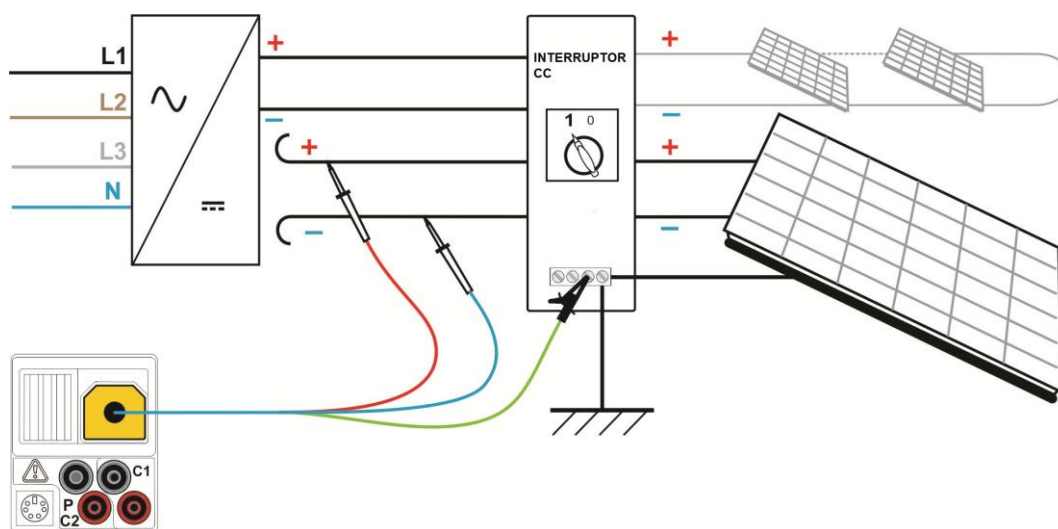
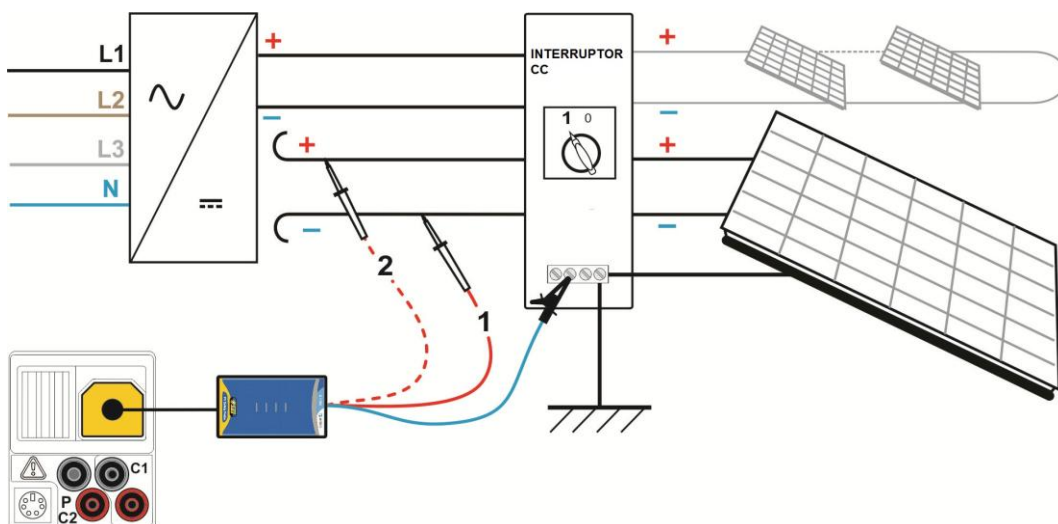

Figura 5.2: Conexión para la medición de la resistencia de aislamiento con el cable de prueba fotovoltaico universal
Figura 5.3: Conexión para la medición del aislamiento con la pica de seguridad fotovoltaica
- ❑ **Conecte** el cable de prueba fotovoltaico universal o la pica de seguridad fotovoltaica (A 1384) al instrumento (vea la Figura 5.2 y la Figura 5.3)
- ❑ **Conecte** el cable de prueba fotovoltaico universal o la pica de seguridad fotovoltaica (A 1384) al sistema fotovoltaico (vea la Figura 5.2 y la Figura 5.3 - paso 1).
- ❑ **Vuelva a conectar** el cable CC+ en la pica de seguridad fotovoltaica (A 1384, (vea la Figura 5.3, - paso 2).